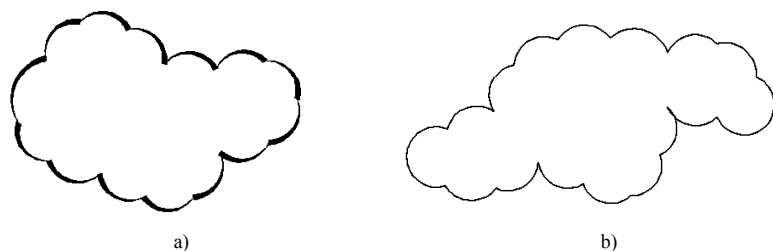

图 2-48 修订云线的两种样式
- “样式(S)”：选择此提示选项时，出现“选择圆弧样式 [普通(N)/手绘(C)] <手绘>.”提示信息，从中指定修订云线的样式为“普通”或“手绘”。指定“手绘”样式时，绘制的云线看起来像是用画笔绘制的。修订云线的两种样式如图 2-48 所示。